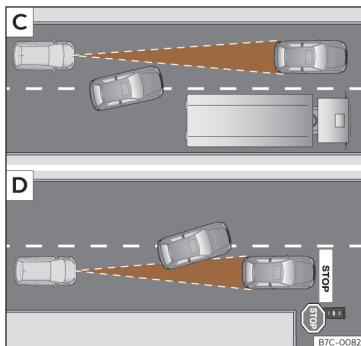

Fig. 133 [C] Changement de voie d'un véhicule. [D] Véhicule tournant et un autre arrêté.
- Véhicules changeant de voie pour aller sur la vôtre, à courte distance de votre véhicule >>> **fig. 133 [C]**.
L'ACC peut ne pas réagir face à des véhicules arrêtés. Par ex., si un véhicule détecté par l'ACC tourne ou se détache et que devant ce dernier se trouve un véhicule à l'arrêt, l'ACC ne réagira pas face à celui-ci >>> **fig. 133 [D]**.